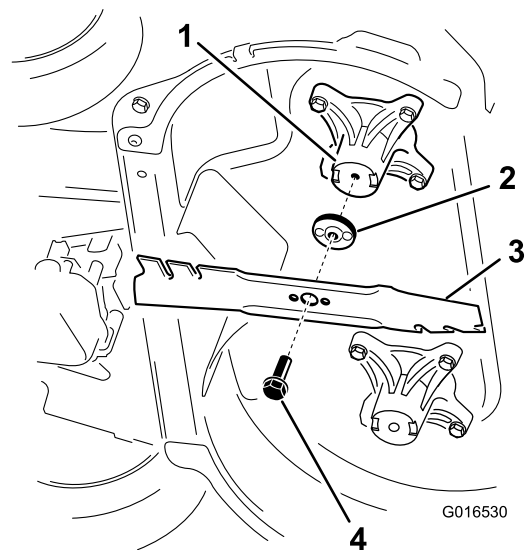

Figura 41
2. Rimuovete ogni lama come mostrato in Figura 41.
1. Montate la prima lama in posizione orizzontale, usando la bulloneria di montaggio come mostrato in (Figura 41).